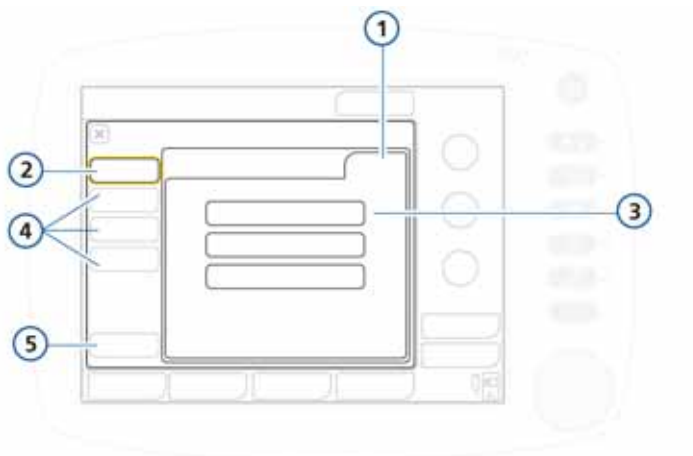

Figura I-9. Finestra di configurazione delle impostazioni rapide
Viene visualizzata la finestra Generale di configurazione delle impostazioni (Figura I-9). Notare che i tasti nel riquadro a sinistra ora cambiano per consentire l'accesso alle opzioni delle impostazioni rapide.
5. Selezionare le impostazioni di configurazione da applicare a questa impostazione rapida toccando il tasto appropriato (Figura I-9):